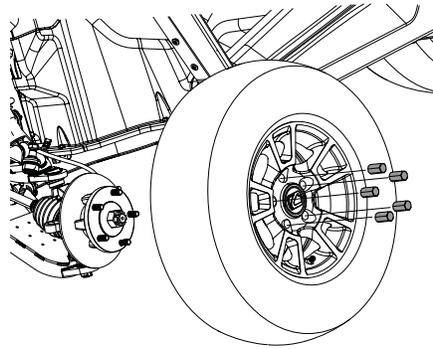

Figure 4-10
3. Desserrez les cinq écrous de roue du moyeu, mais ne les enlevez pas. Voir Figure 4-10.